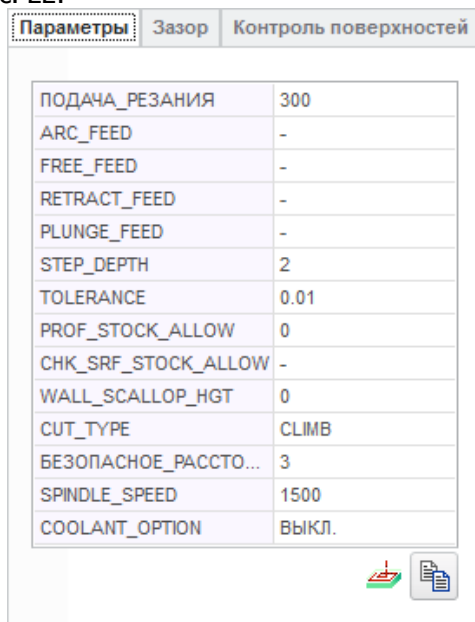

Рисунок 22 – Вкладка «Параметры»
15. Во вкладке «Параметры» укажите данные, показанные на рис. 22.